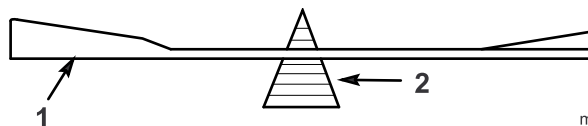

図 41
- ブレード balancer 図 41 を使ってバランスを調べる。